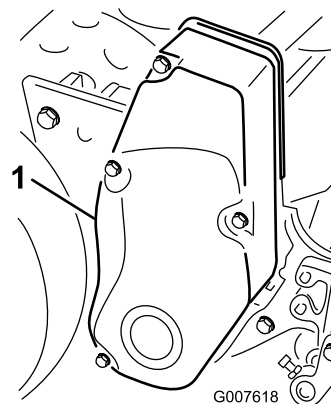

Figure 41
1. Retirez les fixations du couvercle de la courroie et déposez le couvercle pour exposer la courroie (Figure 41).